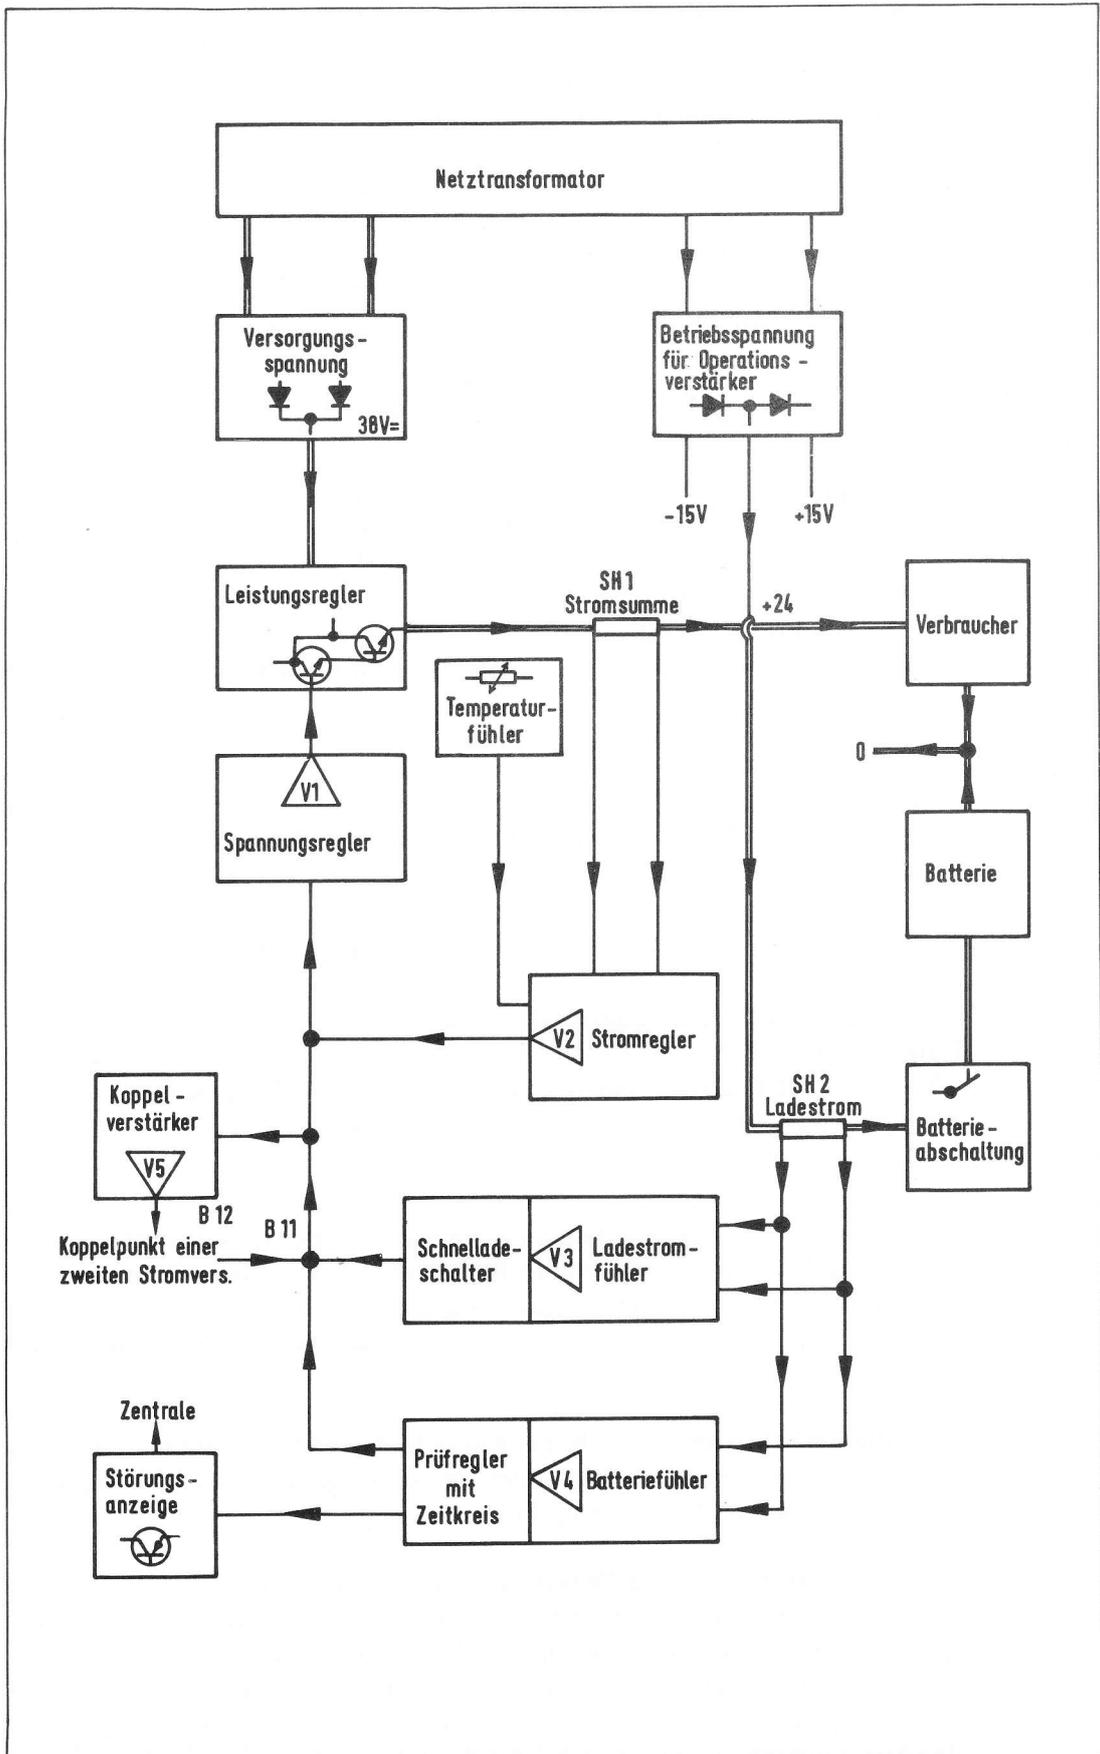

Bild 5 SV-Einsatz, Blockschaltbild
6.9.2. Funktion (siehe Bild 5, Blockschaltbild)